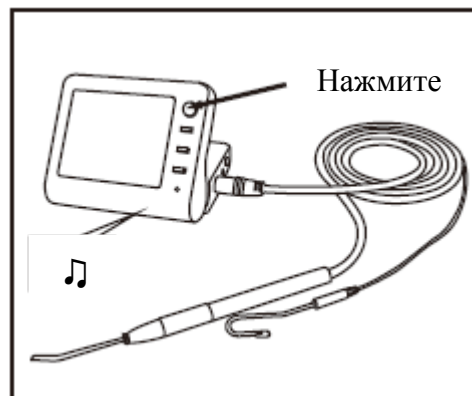

Рис. 27
- 2) Подключите тестовую рукоятку в сборе с кабелем и включите изделие: при этом вы услышите два звуковых сигнала. (Рис. 27)